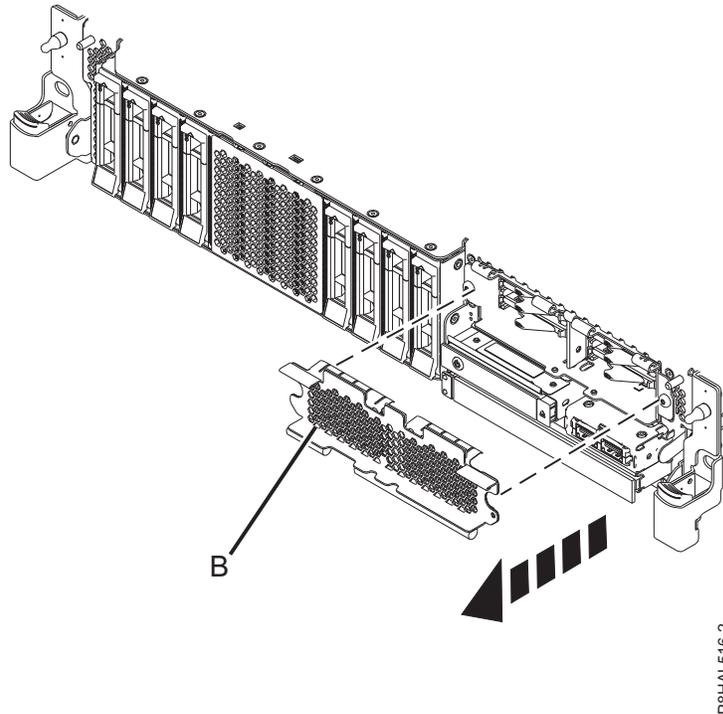

Figura 7. Extracción de la cubierta del receptáculo de la SSD para acceder a las ranuras de SSD en un sistema función ampliada
3. Para acceder a las ranuras SSD, extraiga la placa perforada (B) que cubre el receptáculo de la SSD tal como se muestra en Figura 7.